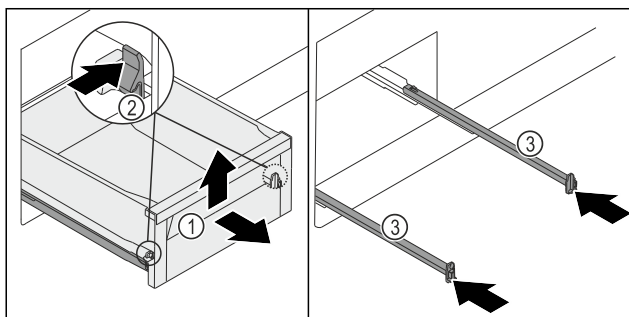

Fig. 126
- ▶ Vytáhněte zásuvku Fig. 126 (1) až na doraz.
- ▶ Svorku Fig. 126 (2) vlevo a vpravo současně stlačte směrem dovnitř.
- ▶ Zásuvka Fig. 126 (1) se uvolní z kolejniček.
- ▶ Nadzvedněte zásuvku Fig. 126 (1) vpředu.
- ▶ Vyjměte zásuvku Fig. 126 (1) dopředu.
- ▶ Zasuňte kolejničky Fig. 126 (3).